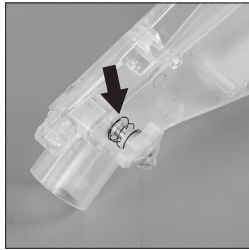

Fig. 20
- Les gardes de positionnement broche doivent être positionnés dans le trou usiné dans le bord supérieur du couteau diviseur **(Fig. 20)**. Une rondelle et un écrou à oreilles sont installés d'un côté de la plaque supérieure de protection.